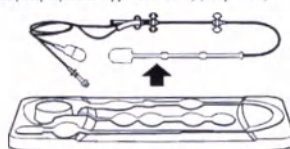

Рис. 13
- Осторожно извлеките экстракорпоральную трубку, Y-образное крепление и баллонный катетер с T-образной ручкой из лотка. (Не отсоединяйте одноклоновое клапан при извлечении экстракорпоральной трубки из лотка.) (См. рис. 13.)